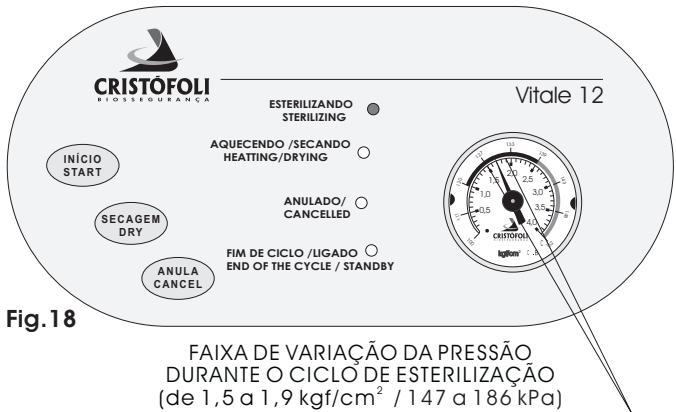

Fig.18
- Assim que a temperatura ideal para o início da esterilização for atingida, a autoclave entrará na fase de esterilização propriamente dita, a autoclave soará 1 bip e o LED indicativo **Esterilizando** acenderá, permanecendo neste estado pelo tempo pré-programado de 16 minutos (Fig.18).